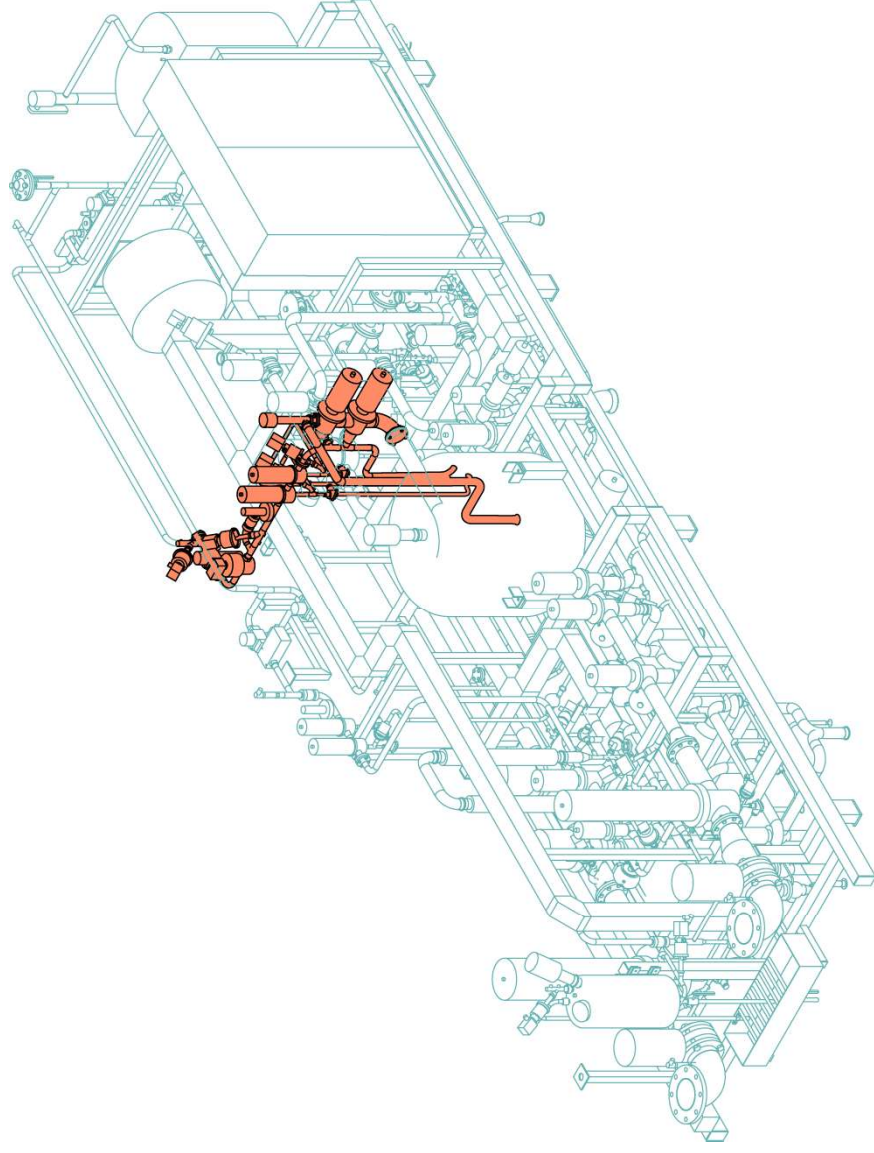

Bild 6-57
- Luft-Produktbehälter (Bild 6-57)